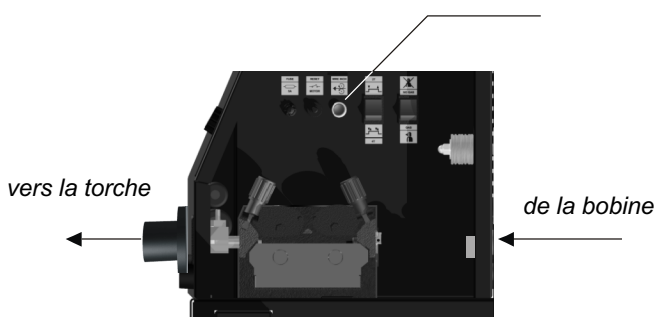
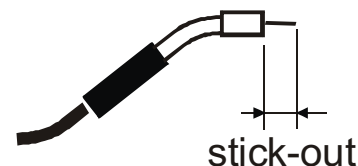

Fig.12
Fig.14
5.10 – Enfoncer la touche d'avance manuel de fil (Fig. 12) situé sur le panneau intérieur du dévidoir ; le moteur roule. Libérer la touche quand le fil reste positionné 50 cm hors de torche (stick-out - Fig. 14).